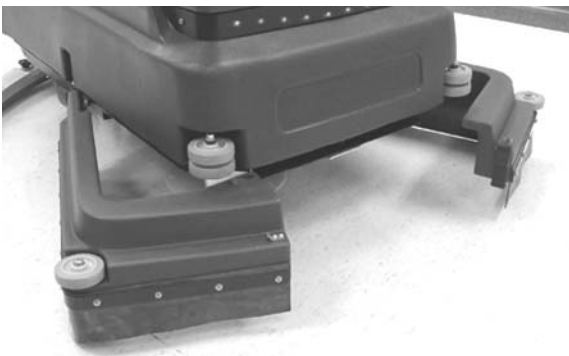

FIG. 8
3. Défaites le loquet noir à l'avant de la machine et ouvrez le logement de la jupe pour accéder au moyeu du moteur (Figure 8).